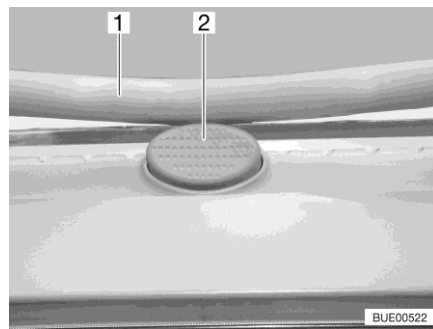

Bild 31 Sicherungsknopf (Heki-Dachhaube)
- Den Sicherungsknopf (Bild 31,2) drücken und den Bügel (Bild 31,1) mit beiden Händen nach unten ziehen.
- Den Bügel mit beiden Händen nach oben drücken, bis der Bügel oberhalb des Sicherungsknopfes (Bild 31,2) liegt.